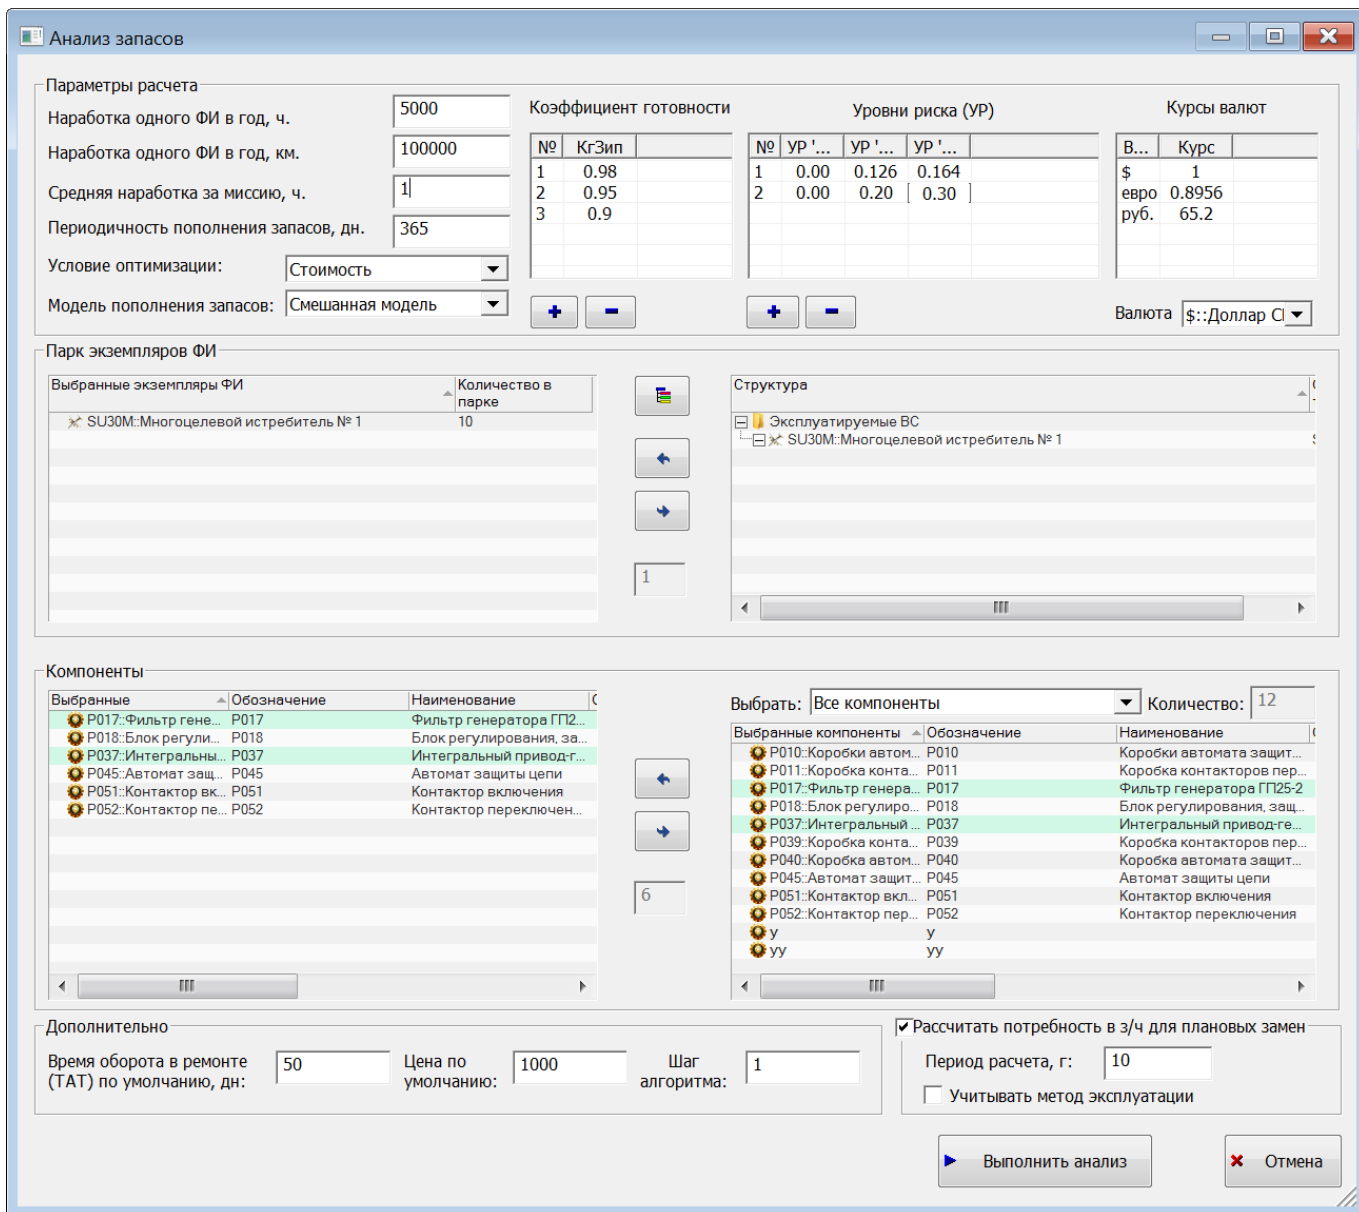

Рис. 10-252 – Диалоговое окно «Анализ запасов»
- 3) Нажать кнопку «Анализ запасов» на вкладке «Анализ» (рис. 10-252).